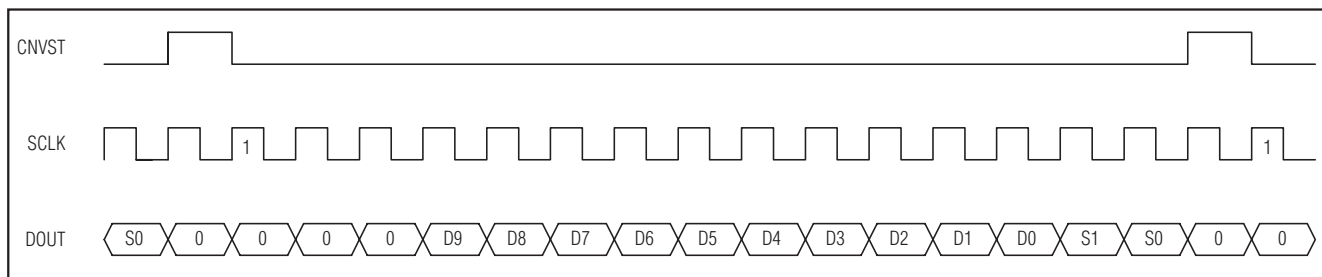
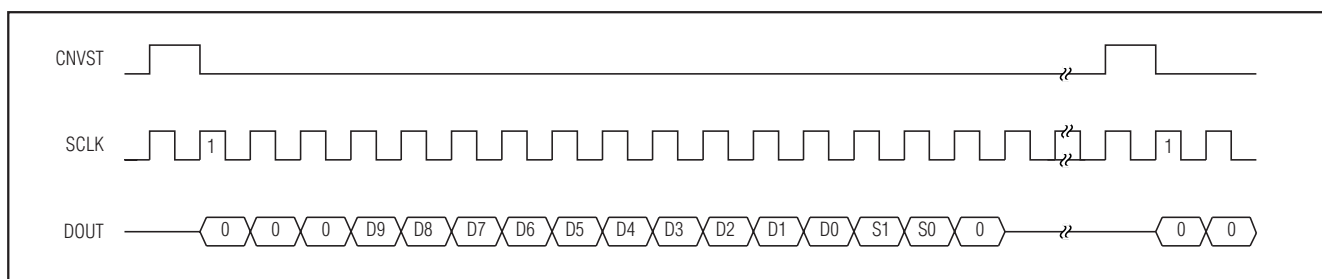

图17、DSP 接口——连续转换
图18、DSP 接口——单次转换，连续/突发时钟
利用数据发送 (DX) 引脚驱动 CNVST 信号，内部产生的 CLKX 信号驱动 SCLK，MAX1072/MAX1075 也可以这样连接至 TMS320C54_。CNVST 信号需要一个上拉电阻，以便在 DX 变为高阻态时使其保持高电平，并且必须不断地向 DXR 寄存器写入 0001h，进行连续转换。将 00FFh 写入 DXR 寄存器，可能进入关断模式 (参考图 17 和图 18)。
1)和低电平有效帧 (LTFS = 1, LRFS = 1)信号。在此条件下，将字长设置为8位 (SLEN = 1001)，这也是最好的进入关断模式的方法。当MAX1072/MAX1075工作电源电压高于DSP的电源电压时，连接V_L引脚至ADSP21_ -- 电源电压 (参考图17和图18)。